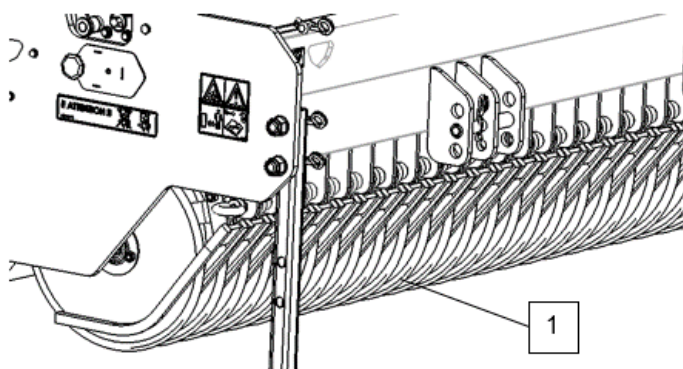

Fig.7-2
- Controllare che gli elementi di semina (1) non siano danneggiati ed eventualmente ripararli. (Fig.7-2)